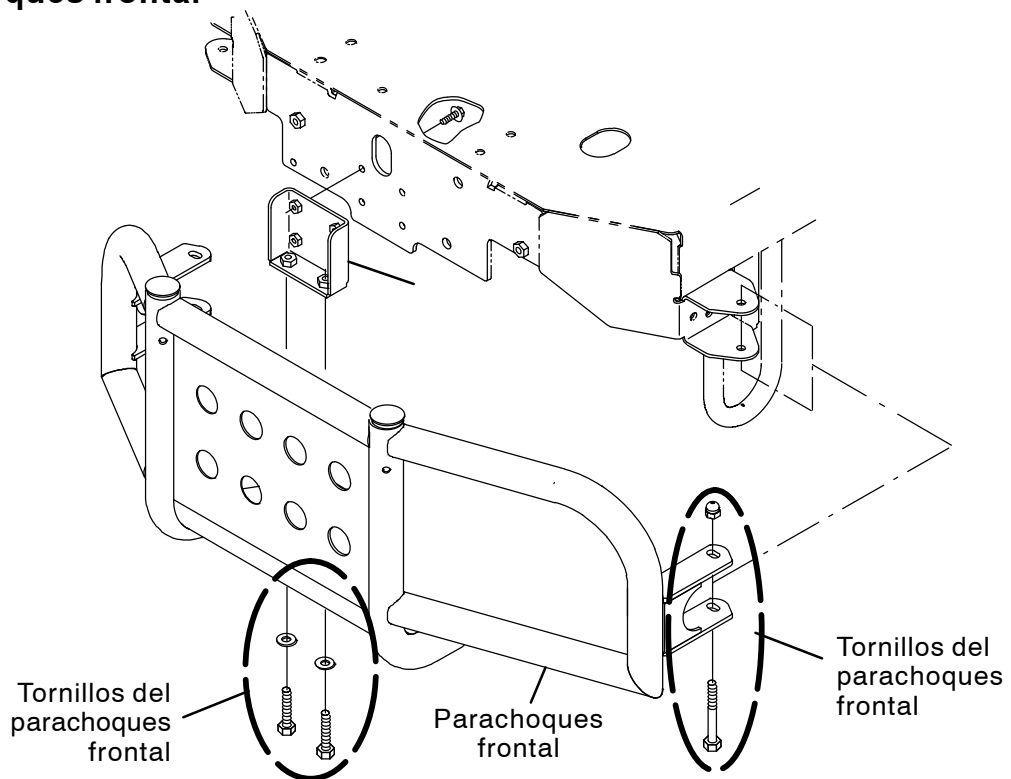

FIG. 1
44. **Nur Maschinen mit Stoßstange vorne:** Montieren Sie die vordere Stoßstange wieder an der Maschine. (Abb. 1)
45. **Nur Maschinen mit Fahrerschutzdach/Stoßstange vorne:** Befestigen Sie das Fahrerschutzdach an der vorderen Stoßstange. (Abb. 1)
1. **Máquinas equipadas únicamente con protector superior y parachoques frontal:** retire todos los tornillos que fijan el conjunto del protector superior al parachoques frontal. (Fig. 1)
2. **Máquinas equipadas únicamente con parachoques frontal:** retire el parachoques frontal de la máquina. (Fig. 1)